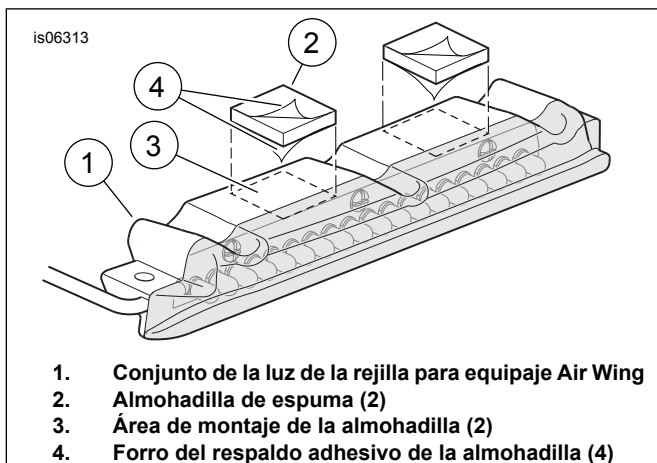

Figura 1. Sujeción de las almohadillas de espuma a la luz
5. Limpie las áreas de montaje de las almohadillas de espuma (E) en la parte inferior del travesaño trasero de la rejilla y (vea Figura 1 ) en la luz (3) con una mezcla de 50 a 70% alcohol isopropílico y 50 a 30% de agua destilada. Permita que seque completamente.